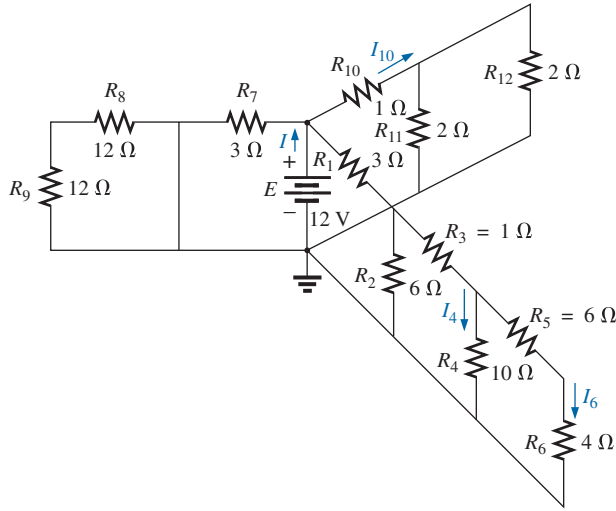

Figura 7.88 Problema 29.
29. Para a configuração de cascatas múltiplas mostrada na Figura 7.88: